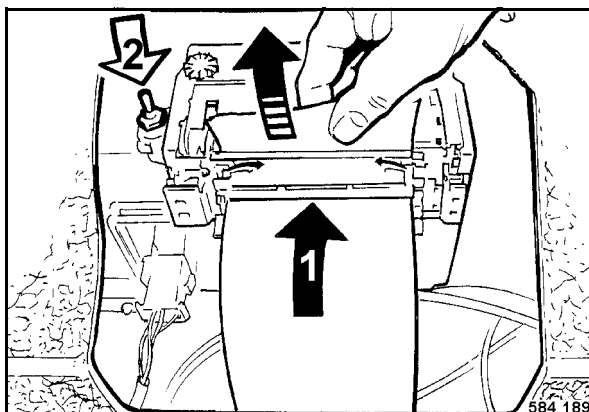

Fig. 86
- Colocar un nuevo rollo de papel (Fig. 86).
- Insertar el papel en el alojamiento (1) en la impresora.
- Accionar la tecla basculante (2) en el sentido de la flecha hasta el papel sale del mecanismo de impresión.